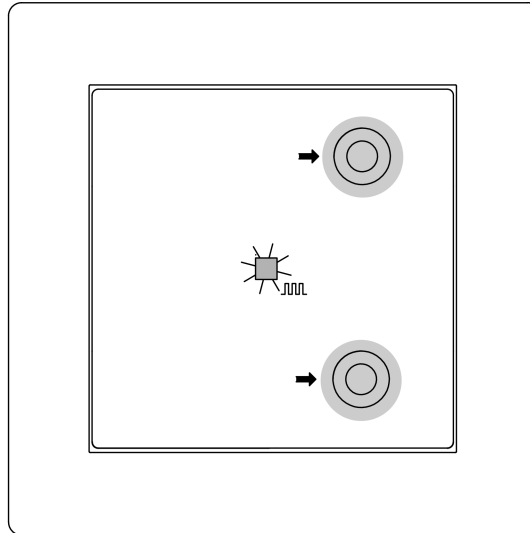
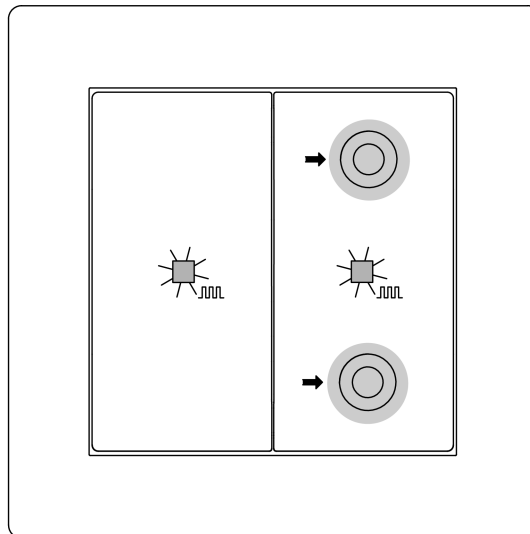

Bild 5: Programmiermodus aktivieren (1fach)
Bild 6: Programmiermodus aktivieren (2fach)
Physikalische Adresse und Applikationsprogramm programmieren 1fach (Bild 5) und 2fach (Bild 6)
- Programmiermodus aktivieren: Taste oben rechts und Taste unten rechts gleichzeitig drücken und für > 4 Sekunden halten (Bild 5).